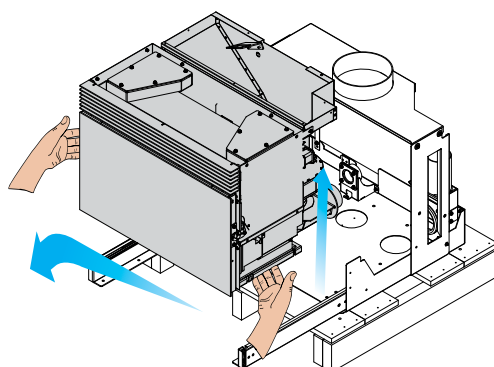

fig. 6.1.6
- 6) Sollevare l'inserto e rimuoverlo dalle guide della struttura portante (fig. 6.1.6).